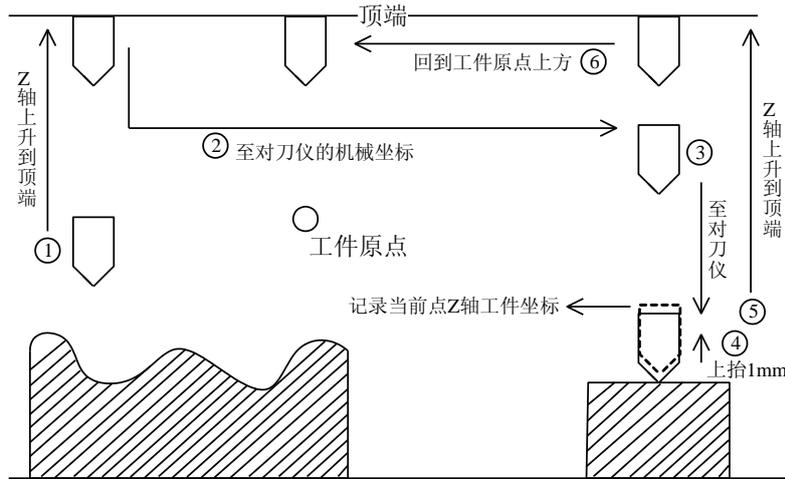

图 6-14 第一次对刀示意图
- (1) 手动移动 Z 轴到工件表面，通过手动清零确定工件原点（手动清零操作方法：按 F7【清零】，在弹出的新操控栏下选择【Z 清零】即可）。
- (2) 按下 F8【对刀】，在弹出的新操控栏下选择【第一次对刀】执行第一次对刀，系统自动记录此时的 Z 轴工件坐标值；如图 6-14 所示，该过程系统自动完成。